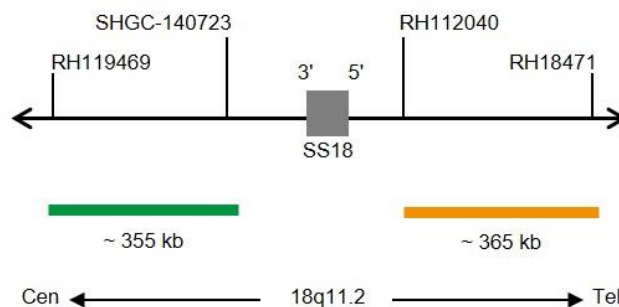

Abb. 1: SPEC SS18 Sondenlokalisierung (nicht maßstabsgetreu)
- ZyGreen (Anregung 503 nm/Emission 528 nm) markierten Polynukleotiden (~10 ng/ μ l), die gegen Sequenzen in 18q11.2* (chr18:23,109,942-23,466,217) gerichtet sind, welche proximal zur SS18-Bruchpunktregion lokalisiert sind (siehe Abb. 1).
- ZyOrange (Anregung 547 nm/Emission 572 nm) markierten Polynukleotiden (~4,5 ng/ μ l), die gegen Sequenzen in 18q11.2* (chr18:23,772,255-24,137,169) gerichtet sind, welche distal zur SS18-Bruchpunktregion lokalisiert sind (siehe Abb. 1).